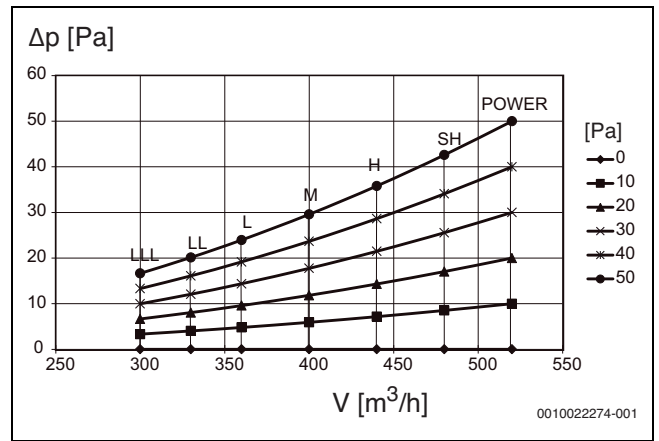
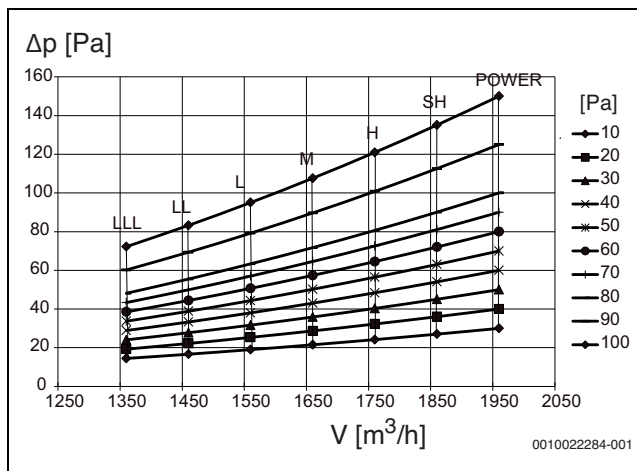

Рис. 24 AF-DL 22-1 P, AF-DL 28-1 P
Рис. 32 AF-DM 140-1 P
3. Прежде чем монтировать воздуховод, убедитесь, что статическое давление во внутреннем блоке находится в допустимом диапазоне (ознакомьтесь с техническим руководством IDU). Рисунок 24 на рис. 32 показаны характеристические кривые статического давления для внутренних блоков.